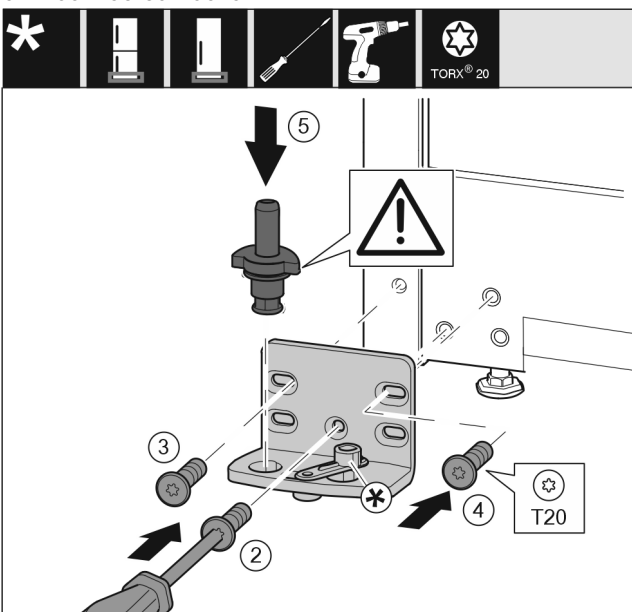

Fig. 20
- Lagerbok aan de andere zijde plaatsen en met behulp van een schroevendraaier er in schroeven. Met schroef Fig. 20 (2) onder in het midden beginnen.
- Schroef Fig. 20 (3) en schroef Fig. 20 (4) vastschroeven.
- Lagerbouten Fig. 20 (5) volledig insteken. Let hierbij op dat het vergrendelingslipje naar achteren wijst.